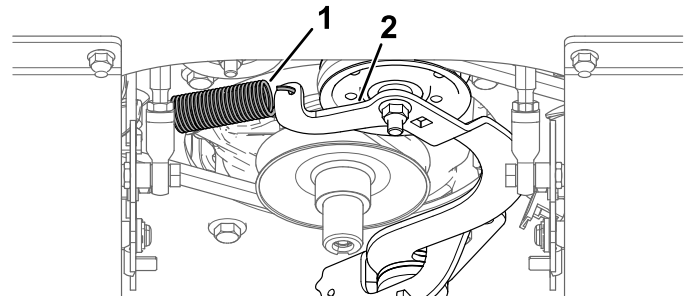

Bild 57
5. Setzen Sie eine Antriebsratsche in das Vierkantloch des Spannarms ein, um die Riemen Spannung zu lösen (Bild 57).
9. Befestigen Sie die Feder an der Verankerung. Verwenden Sie die Antriebsratsche, um die Feder zu spannen, damit der Riemen über die Lippe der Spannscheibe verläuft (Bild 57).